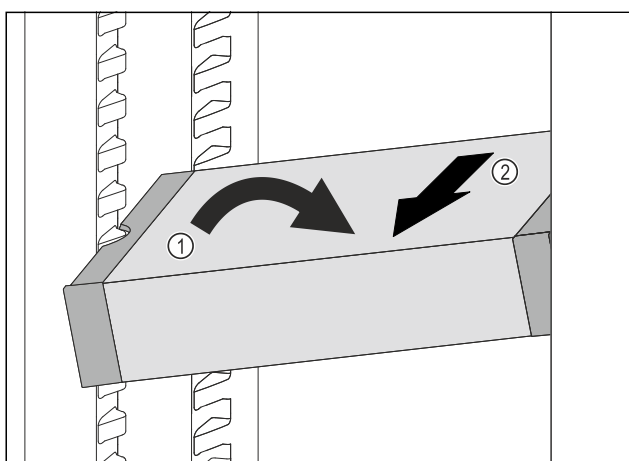

Fig. 109
- VarioSafe im Kühlteil schräg stellen. Fig. 109 (1)
- VarioSafe nach vorne entnehmen. Fig. 109 (2)